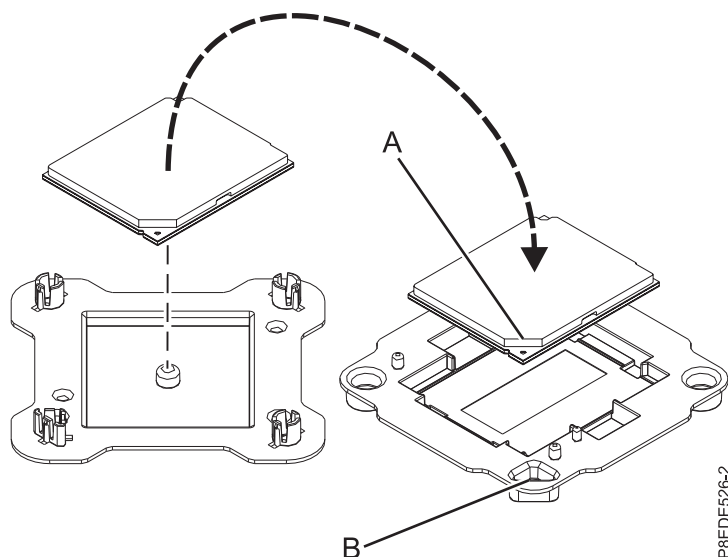

Figura 21. Cómo colocar el módulo del procesador del sistema en el empaquetado
11. Sujete por los bordes con cuidado el módulo del procesador del sistema que ha sustituido y levántelo de la cubierta del desactivado. Alinee la esquina biselada del módulo (A) con la esquina del empaquetado con el triángulo (B) y colóquela en el empaquetado, como se muestra en la Figura 21. Cierre la cubierta de empaquetado.